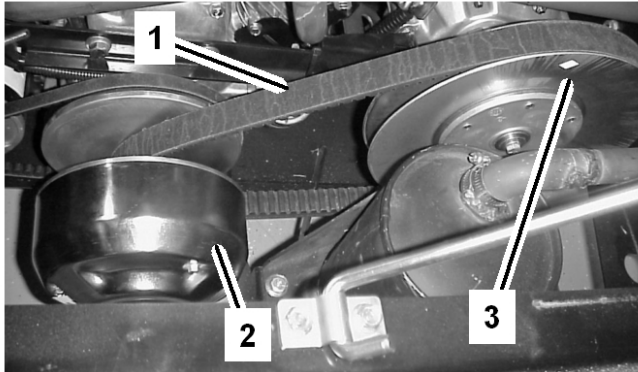

Figura 52
- Haga girar la correa e inspecciónela (Figura 52) para asegurarse de que no está excesivamente desgastada ni dañada. Cambie la correa si es necesario.
- Haga girar la correa y llévela sobre el embrague secundario (Figura 52).
- Retire la correa del embrague primario (Figura 52).